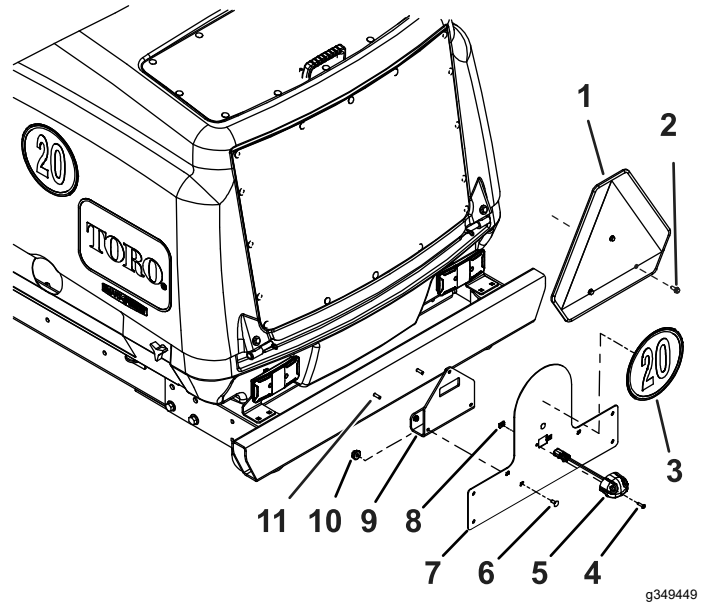

Bild 9
- Entfernen Sie die vorhandene Warntafel und das Halterrohr aus dem hinteren Stoßfänger (Bild 9).
- Verwenden Sie die Befestigungselemente, um die Warntafelbefestigung an der Stoßstange zu befestigen (Bild 9).
- Kleben Sie ein Schild auf die Kennzeichenhalterung (Bild 9).